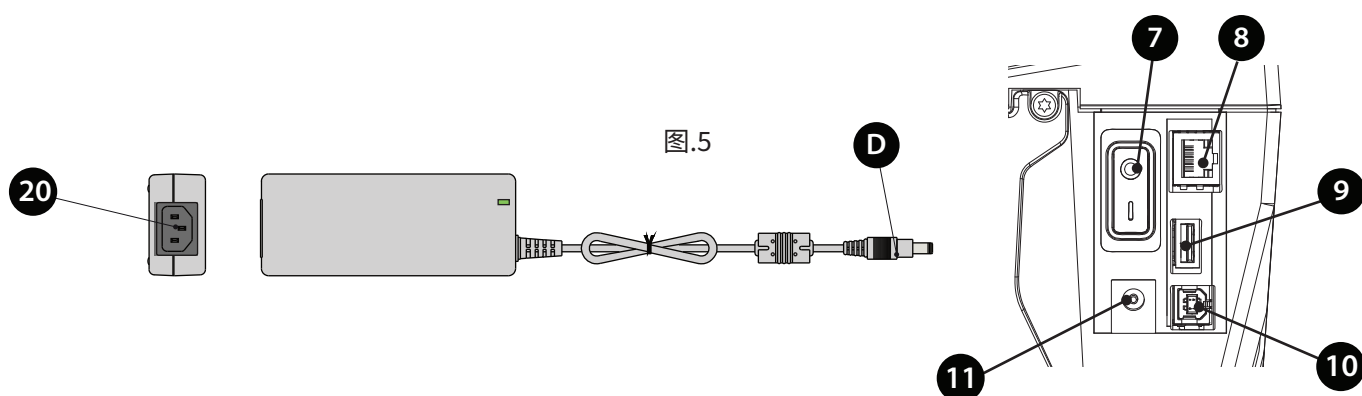

图.5
- ▶ 请确保打印机在连接之前为关闭状态，且开关 (7) 处于位置“0” (图.5)。
- ▶ 将供电器连接器 (D) 和位于打印机后方的插座 (11) 连接。
- ▶ 将电源线连接至供电器连接器 (20) 和一个电源插座。
- ▶ 按下开关 (7) 使之处于位置“1”来开启打印机，在一个简单的测试循环后，屏幕上会出现初始页面，(参见 § 3.1)。